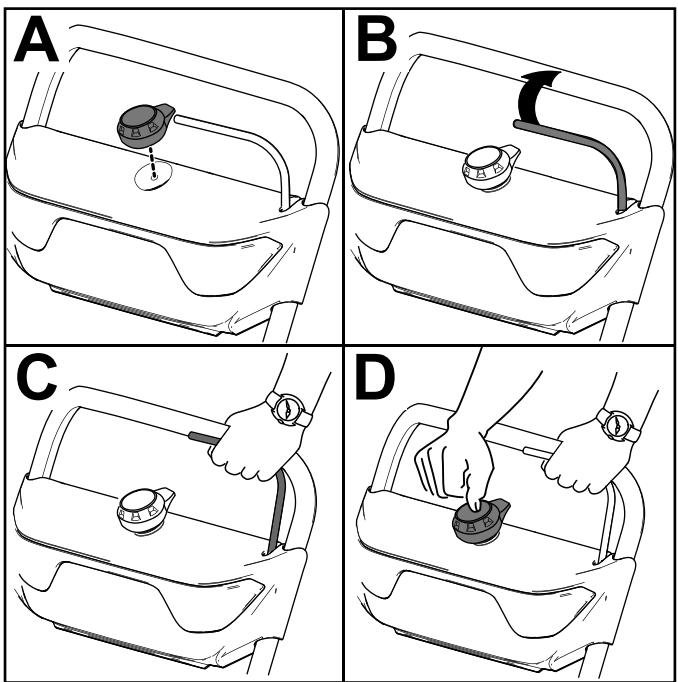

Figure 7
2. Insérez le bouton de démarrage électrique dans le démarreur électrique (A de la Figure 7).
3. Serrez et maintenez la barre contre le guidon (B et C de la Figure 7).
4. Appuyez sur le bouton de démarrage électrique jusqu'à ce que le moteur démarre (D de la Figure 7).